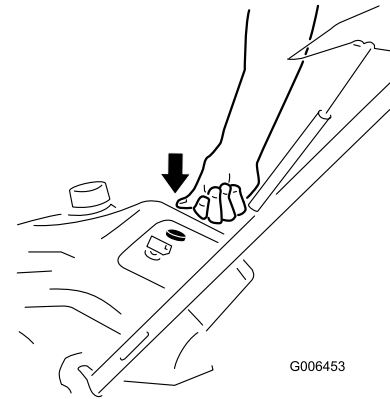

Figura 15
3. Apriete el cebador 3 veces firmemente con el dedo pulgar, manteniendo la presión durante un segundo cada vez antes de soltarlo (Figura 15).